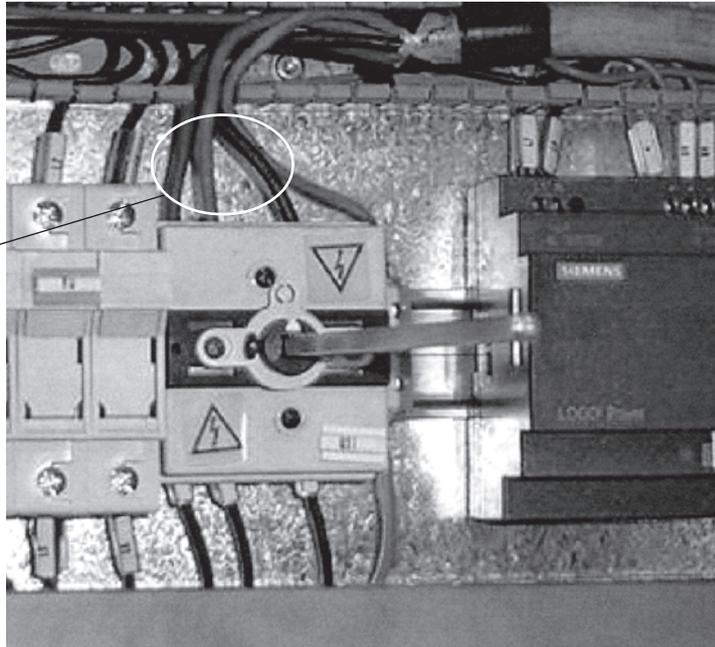

Fig. 18
Passo 2: collegare i terminali dei 3 cavi ai morsetti 1,2,3 del sezionatore "QS1" (fig. 18).
Step 2: connect the 3 phase Ac input power leads to terminals 1,2,3 of "QS1" input disconnect switch (fig. 18).